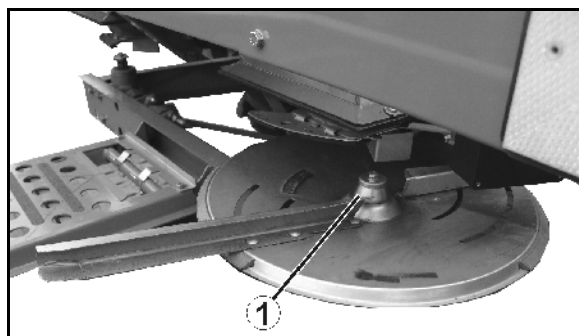

Fig. 59
1. Fjern vingeskruen (Fig. 59/1).
2. Drej spredeskiven, så skivehullet Ø 8 mm (Fig. 59) peger mod midten af maskinen.